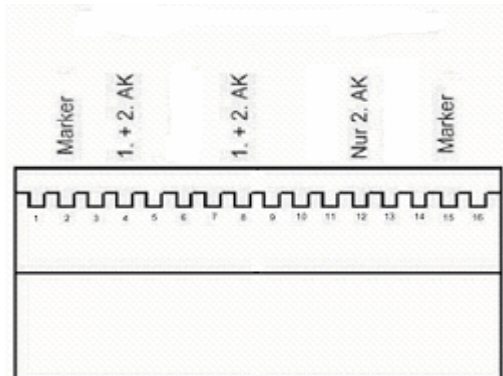

Abb. 9 Auftragungsschema
- Nach der Polymerisation (~15min.) das Auftragsschema (siehe Abb. 9) auf die Außenseite der großen Glasplatte mit einem Permanent-Marker übertragen. Außerdem die späteren Schnittstellen der PVDF-Membran aufzeichnen.
- Ein Gel wie in Abbildung 9 beladen (aufwirbeln vermeiden!). Das zweite Gel dient als Reserve: